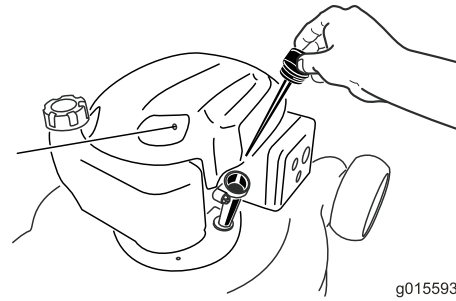

Figura 28
6. Retire la varilla del tubo de llenado de aceite (Figura 28).